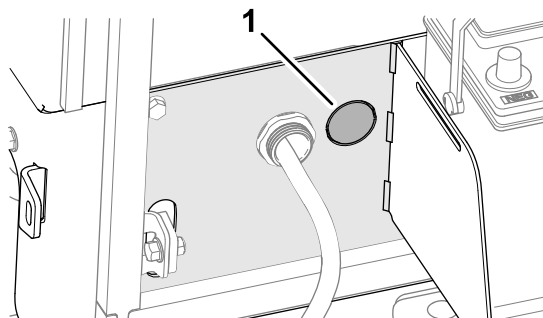

Рисунок 8
1. На левой стороне поддона аккумулятора удалите выбивную заглушку из кронштейна радиатора (Рисунок 8).